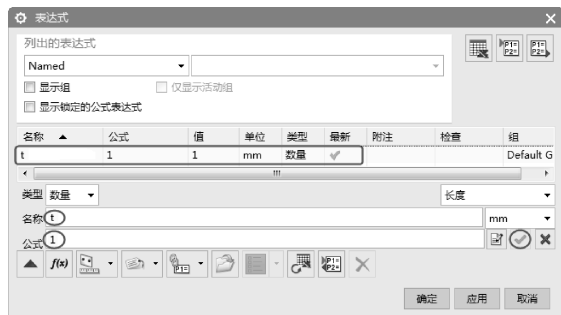

图 5-114 添加表达式
- 15 在对话框下方的【名称】栏输入 t，然后在【公式】栏中输入值 1，单击【接受编辑】按钮, 将表达式添加到上面的表达式列表中，如图 5-114 所示。